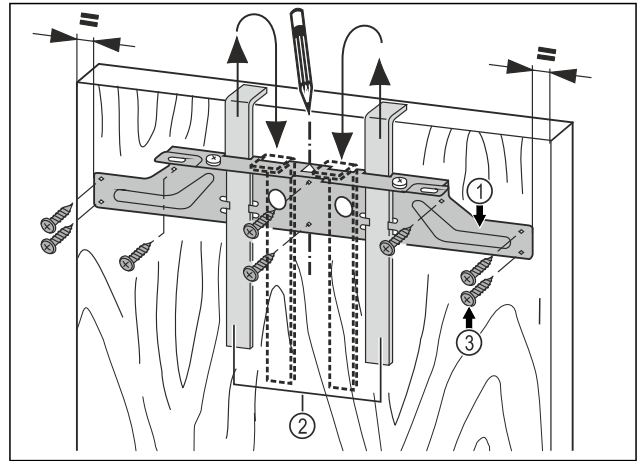

Fig. 17
- ▶ Навесьте крепежную поперечину Fig. 17 (1) с монтажными вспомогательными элементами Fig. 17 (2) на внутреннюю сторону мебельной двери.
- ▶ Выровняйте крепежную поперечину Fig. 17 (1) по центру на двери.
- ▶ Прикрутите крепежную поперечину Fig. 17 (1) по меньшей мере 6 винтами Fig. 17 (3).
- ▶ Прикрутите крепежную поперечину Fig. 17 (1) 4 винтами Fig. 17 (3) по краю.
- ▶ Вытяните вверх монтажные приспособления Fig. 17 (2) и, развернув, вставьте их в расположенные рядом приемные отверстия.